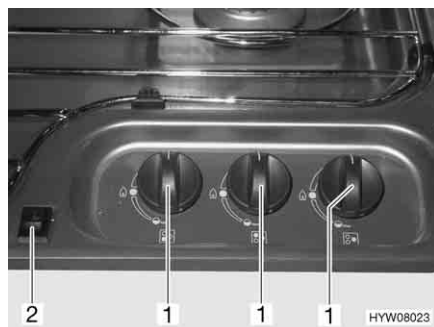

Fig. 135 Elementi di comando del fornello a gas
- Ruotare il pomello girevole (Fig. 135,1) dell'impianti a fiamma libera desiderato in posizione accesa (fiamma alta).
- Premere l'interruttore a bilico (Fig. 135,2). Sul bruciatore vengono prodotte scintille.